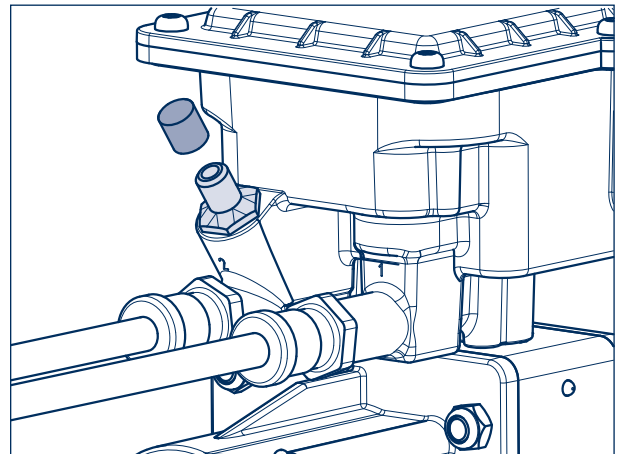

Figure 41
- [1] Retirer le capuchon du raccord de contrôle (figure 41).